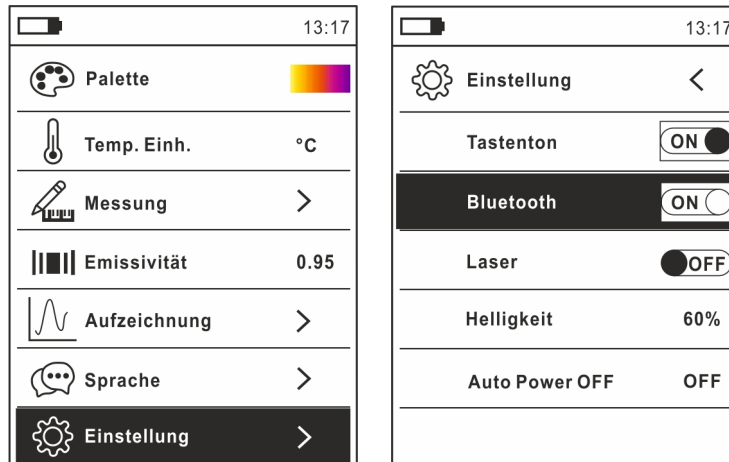

Abb. 47: Aktivierung der Bluetooth Verbindung
1. Drücken Sie die Taste , wählen Sie das Menü "Einstellung" und aktivieren Sie die Bluetooth-Verbindung im Gerät (siehe § 4.3.10), siehe Abb. 47